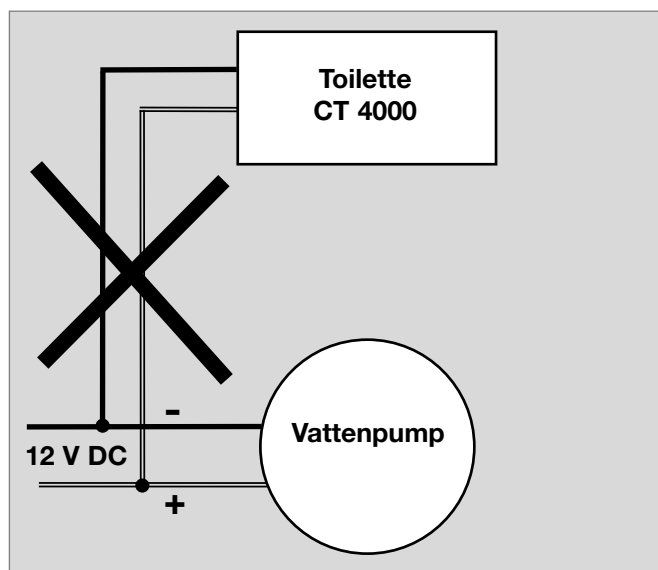

Fig. 31
- Toaletten får inte anslutas direkt parallellt med andra förbrukare eftersom det annars kan uppstå funktionsstörningar eller skador på toalettstyrningen (fig. 31).